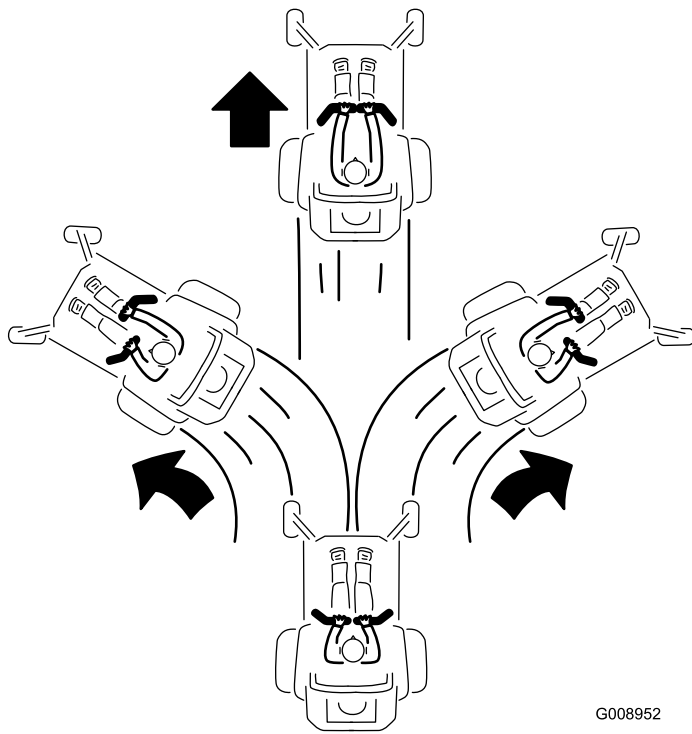

Bild 24
3. Drücken Sie die Fahrtriebshebel langsam nach vorne, um vorwärtszufahren (Bild 24).